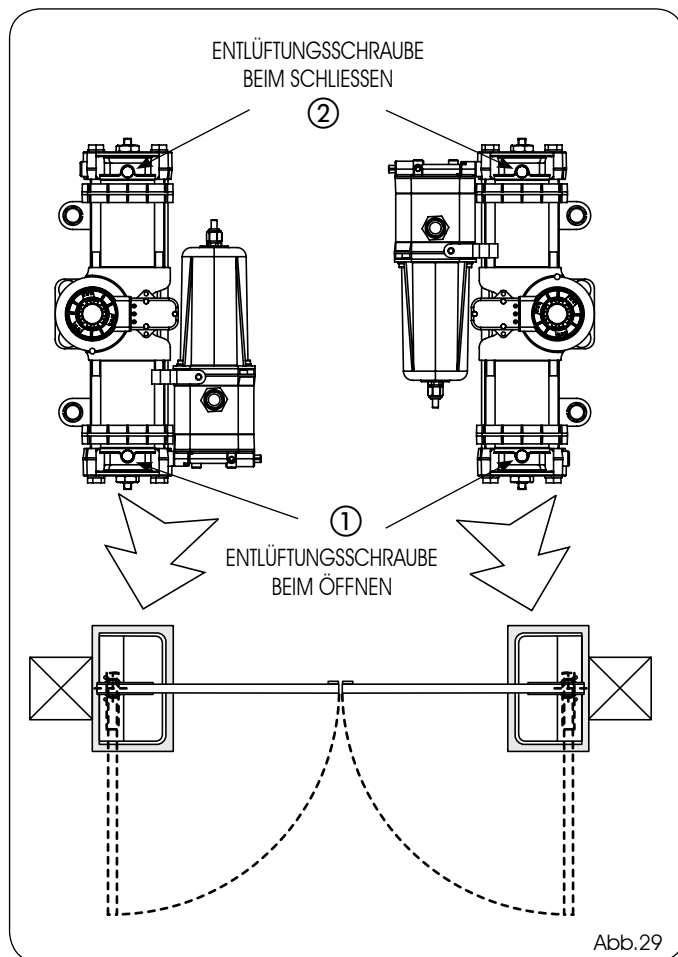

Abb.29
- 2) Während der Bewegung des Flügels die Entlüftungsschraube beim Öffnen (Abb.29, Bez.①) lockern
- 6) Während der Bewegung des Flügels die Entlüftungsschraube beim Schließen (Abb.29, Bez.②) lockern.